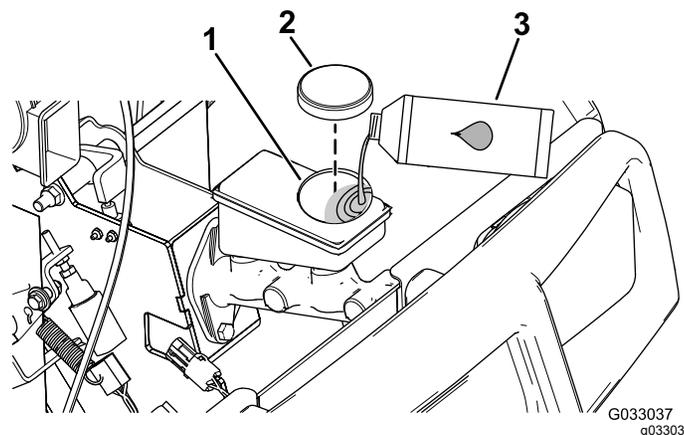

Рисунок 51
4. Поднимите капот, чтобы получить доступ к главному тормозному цилиндру и бачку (Рисунок 51).
- A. Очистите область вокруг крышки бачка и снимите крышку (Рисунок 51).
- C. Установите на место крышку бака (Рисунок 51).